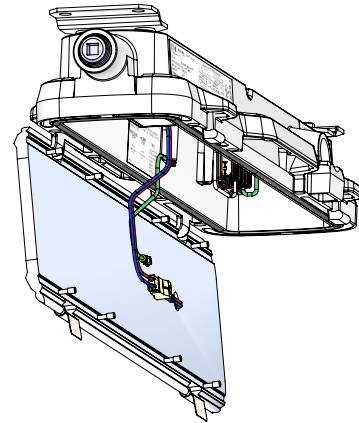

Figure 10. Moteur DEL pivoté pour l'entretien
3. Tirer sur les agrafes de retenue de l'ensemble moteur d'éclairage pour le dégager du boîtier du pilote et faire pivoter le raccord de moteur d'éclairage sur les crochets de service du boîtier du pilote (voir figure 10). Cela doit exposer le volume interne du boîtier du pilote et les borniers d'entrée.